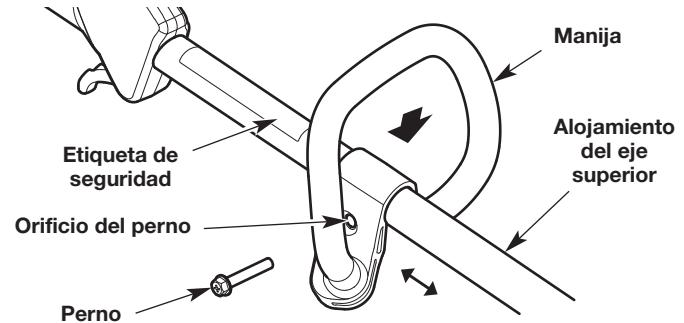

Fig. 10
- Oprima la manija hacia abajo sobre el alojamiento del eje superior (Fig. 10). Asegúrese de que el orificio del perno mire hacia la derecha (Fig. 10).
- Inserte el perno en el orificio del perno y oprímalos para que pase a través de él (Fig. 10). Ajuste el perno con un destornillador de cabeza plana, pero no lo ajuste completamente.
- Mantenga la unidad en la posición de funcionamiento (Fig. 15). Mueva la manija hacia arriba o abajo del alojamiento del eje superior hasta que esté en una posición cómoda (Fig. 10). Compruebe que la manija esté ubicada más allá del extremo de la etiqueta de seguridad (Fig. 10).
- Afloje el perno con un destornillador de cabeza plana (Fig. 10).